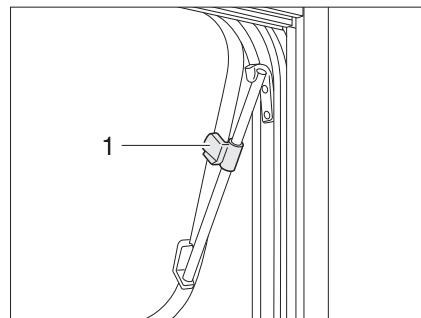

Fig. 50 Fenêtre projetante avec bras pivotants, ouverte
- Ouvrir la fenêtre projetante jusqu'à la position voulue et la bloquer avec la molette (Fig. 50,1).
- Tourner la molette (Fig. 50,1) jusqu'à ce que le dispositif de blocage soit libéré.